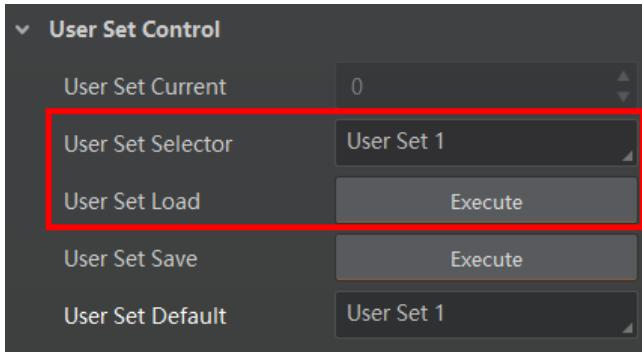

图8-18 加载参数设置
- 加载参数：在连接设备但不预览时，可对设备进行加载参数的操作。通过 *User Set Selector* 参数下拉选择其中一套参数，点击 *User Set Load* 处的“Execute”，即可将选择的一套参数加载到相机中，如图 8-18 所示。